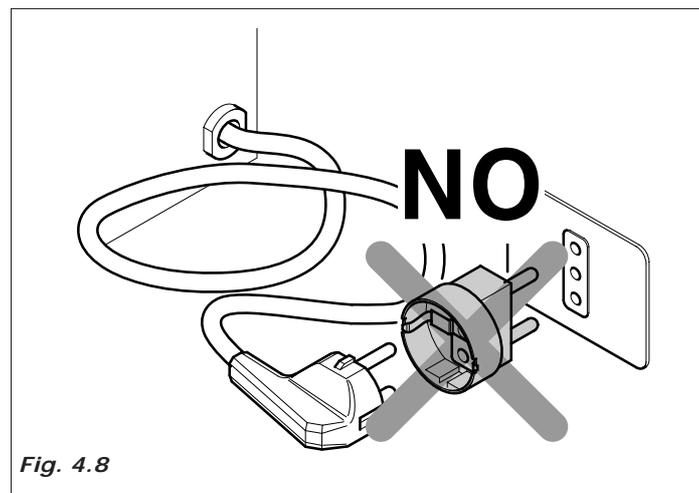

Fig. 4.8
- Los tomas que no sean compatibles con la clavija, se han de sustituir (Fig.4.8).